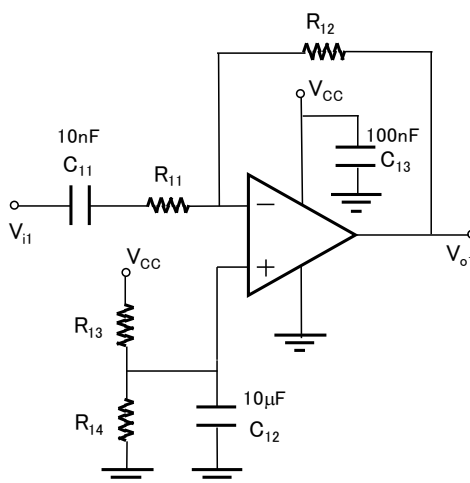

Figura 1. Etapa amplificadora inversora acoblada en alterna.
Per implementar l'amplificador podríem utilitzar qualsevol de les configuracions bàsiques amb un amplificador operacional (AO). En aquest cas, utilitzarem l'amplificador inversor acoblat en alterna tal com apareix en la Figura 1.
**Qüestió EP5.** Si ens fixem només en la tensió contínua, torneu a dibuixar el circuit de la Figura 1 (ara els condensadors han de considerar-se circuits oberts). Quina és l'expressió de la tensió de sortida  $V_{o1}$  considerant l'AO ideal?
**Qüestió EP9.** A partir de la freqüència de guany unitat  $f_t$  del TLC082, la freqüència del senyal que s'ha d'amplificar (40 kHz) i el guany especificat per a l'amplificador (400), justifiqueu quantes etapes en cascada com la de la Figura 1 són necessàries.
Munteu en la placa de connexions "Protoboard" la primera etapa amplificadora (Figura 1) tal com l'heu dissenyat a l'estudi previ. Utilitzeu un dels dos AO que conté el circuit integrat TLC082 (l'altre AO l'utilitzareu en la segona etapa). Alimenteu el circuit amb  $V_{cc} = 12\text{ V}$ . Heu d'ajustar la font d'alimentació a la tensió desitjada abans de connectar-la al vostre circuit.